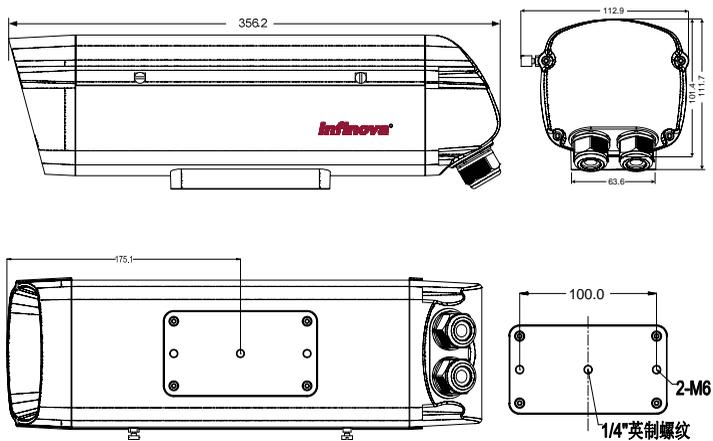

图 1-3
4. 安装护罩。将护罩固定到支架或其它固定装置上（实际施工中该步骤可在第一步操作前进行）。护罩安装块尺寸如图 1-3 所示。